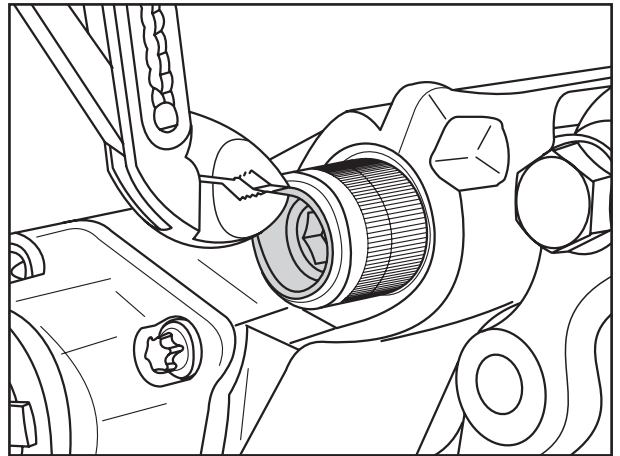

Fig. 4
- [8] Loslager-Kappe mit einem geeigneten Werkzeug aus der Führungshülse heraushebeln (Fig. 4).
[8] Use a suitable tool to lever the loose bearing cap out of the guide sleeve (Fig. 4).
[8] Faire sauter de la douille de guidage le chapeau du palier libre au moyen d'un outil approprié (Fig. 4).